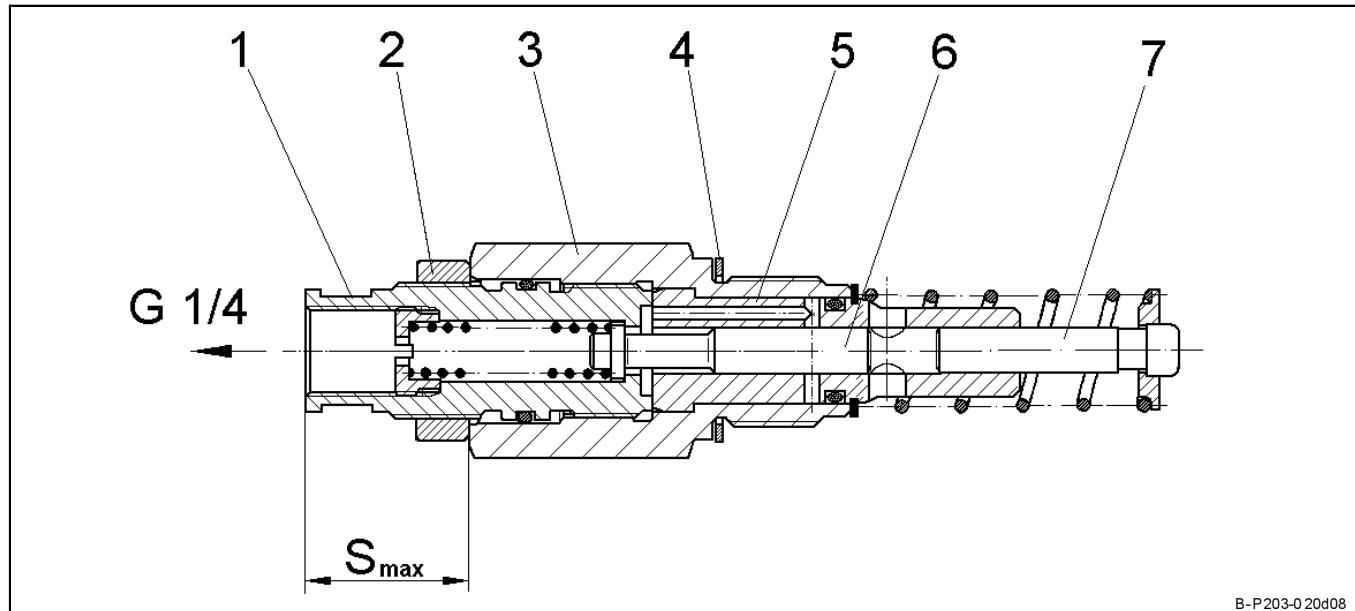

Abb. 4-2 Schnittbild: regulierbares Pumpenelement
- Pumpenelemente sind werkseitig auf S = 29 ±0,1 mm eingestellt (siehe Abb. 4-2).
- Kontermutter 2 (Abb. 4-2) lösen.
- Pumpenelement-Körper 3 (Abb. 4-2) fixieren und Kontermutter 2 lösen.